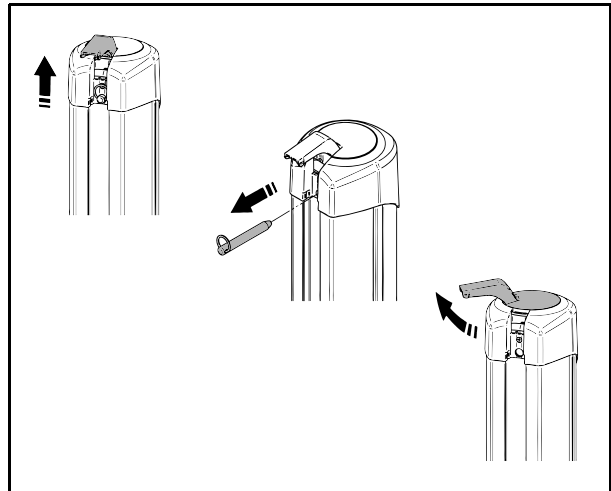

Fig. 7
1. Dra upp den röda nödspaken (se Fig. 7).